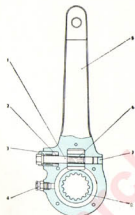

Fig. 11.5. - Palanca para ajuste de las mordazas
Efectuar todos los ajustes normales mediante el tornillo-regulador (1) (fig. 11.5) previsto en los árboles de los frenos:
a) Con el vehículo sobre terreno horizontal y el freno de mano suelto, colocar una llave tubular exagonal de 14 mm. de diámetro sobre los planos del tornillo-regulador (1) haciendo presión sobre el manguito de seguridad, logrando con ello que quede libre el tornillo-regulador.